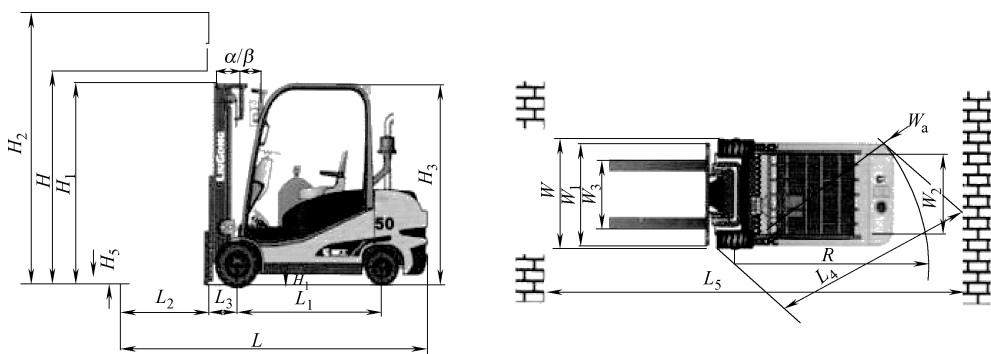

图 1-17 叉车的性能和尺寸参数
4) **额定起重量时的最大起升高度** 在额定起重量下将货叉升至最高位置，门架垂直，由地面至货叉上平面的垂直距离即最大起升高度，单位为 mm，如图 1-17 所示。
5) **满载、无载最大起升速度** 在额定起重量或无载状态下, 货叉或属具具有起升的最大速度 (mm/s 或 m/min)。如图 1-17 所示。
6) **门架前倾角和门架后倾角** 在无载状态下, 门架相对于垂直位置向前或向后的最大倾角。门架前倾角的作用是便于叉取和卸放货物。后倾角的作用是使叉车行驶时, 货物不会从货叉上掉落。同时增加叉车的纵向稳定性。为了补偿充气轮胎的变形对门架倾角的影响, 充气轮胎叉车的门架倾角比实心轮胎的叉车大。我国叉车标准规定充气轮胎/实心轮胎前倾角为 $6^{\circ}/3^{\circ}$, 后倾角相应为 $12^{\circ}/10^{\circ}$ 。如图 1-17 所示。
7) **满载和无载最大运行速度** 在额定起重量或无载状态下, 车辆在平整坚硬路面上行驶的最大速度。提高行驶速度可以提高作业效率, 但由于叉车运距短、频繁起步与停车作业的特点, 以及叉车稳定性的要求, 一般内燃叉车最高车速为 20km/h, 电动叉车最高车速为 12km/h。如图 1-17 所示。
8) **最小转弯半径** 在无载状态下, 车辆向前或向后低速行驶, 转向轮处于最大转角时, 车体外侧到转弯中心最大的距离。叉车的转弯半径越小, 转弯时所需场地面积越小, 机动性越好。如图 1-17 所示。
9) **最小离地间隙** 这是车辆在额定起重量或无载状态下, 除车轮制动器外, 最低点距地面的垂直距离。它表示叉车无碰撞地越过地面凸起障碍物的能力。如图 1-17 所示。
10) **自由起升高度** 自由起升高度是在无载状态、门架垂直、门架高度不变条件下起升, 货叉上表面至地面最大的垂直距离。一般约为 300mm。如图 1-17 所示。
11) **最大爬坡度** 车辆在无载或额定起重量状态下, 按规定速度稳定行驶时, 所能爬越的最大坡度。如图 1-17 所示。
车最高点到地面之间的垂直距离。如图 1-17 所示。
- 2) 轴距 前后车桥中心线间的水平距离，如图 1-17 所示。
- 3) 轮距 同一车桥左右两个（或两组）车轮中心面之间的距离，如图 1-17 所示。